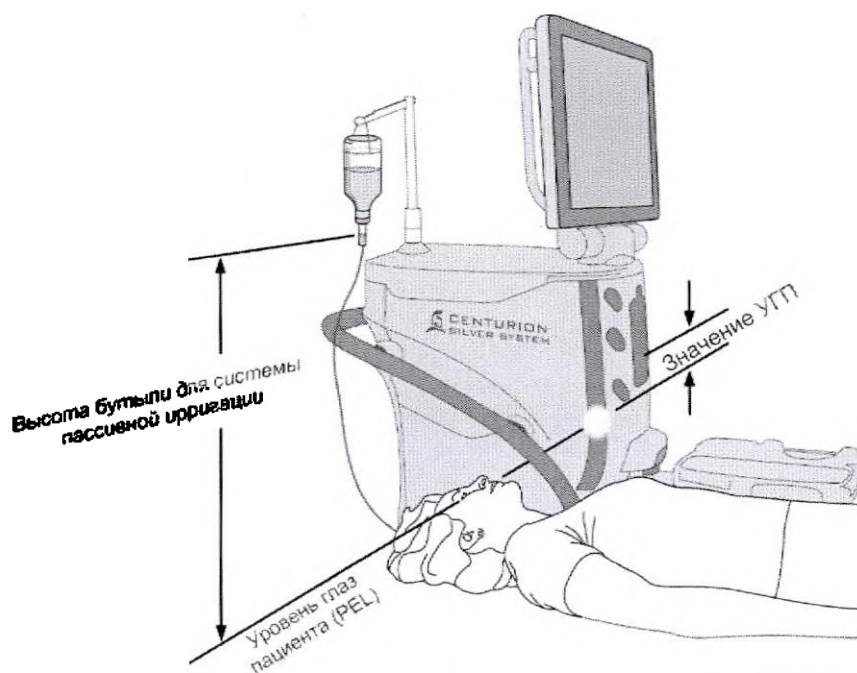

Рисунок 3-5 Установка уровня глаза пациента (PEL).
15. После успешного тестирования рукоятки проверьте и отрегулируйте уровень глаз пациента в соответствии со световым индикаторным уровнем на приборе (смотрите рисунок 3-5). Если шаг проверки уровня глаз пациента активирован, то он отобразится на экране установки. После завершения регулирования уровня глаз нажмите зеленую контрольную метку для перехода к экрану хирургии и первому шагу процедуры.